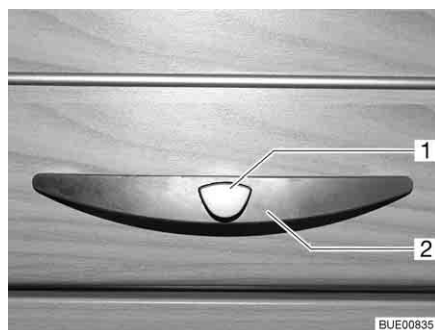
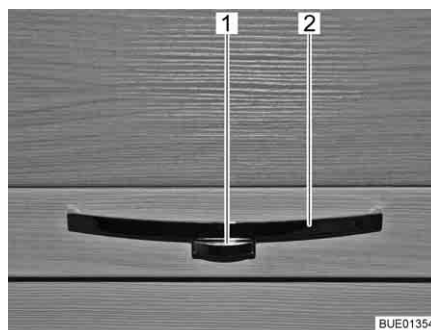

Fig. 53 Alçapão de móvel com manípulo (exemplo)
Fig. 54 Alçapão de móvel com manípulo (exemplo)
- Empurre para dentro o botão de destrancar (Fig. 53,1 ou Fig. 54,1) no manípulo (Fig. 53,2 ou Fig. 54,2) e mantenha-o premido.